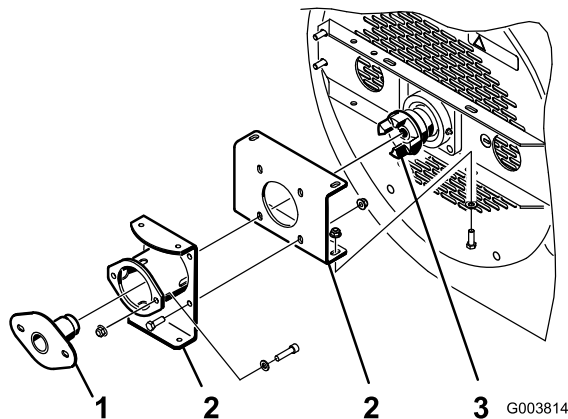
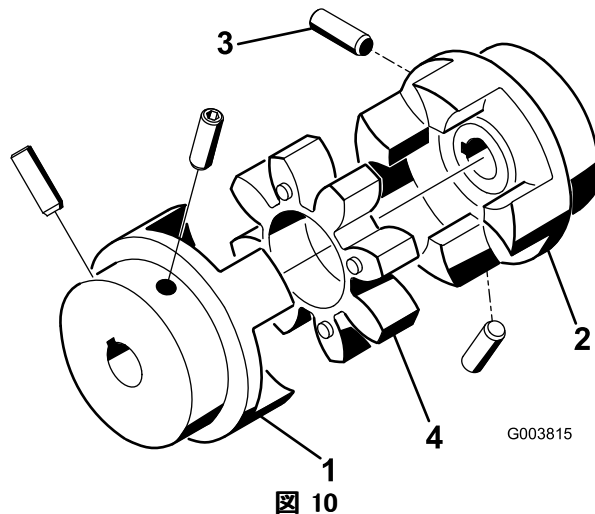

図 9
図 10
1. 取り付けブラケットがブロア・ハウジングに仮止め状態（ボルトとナットが本締めされていない）ことを確認する（図 9）。
2. 取り付けブラケットからファン・カップラに、ベアリング整列調整工具を差し込む（図 9）。カップラの中にカップラ・スパイダ（図 10）が入っていないことを確認しておく。
- ・ モータとファン・シャフト・カップラを固定しているネジ（図 10）の締め付けトルク：